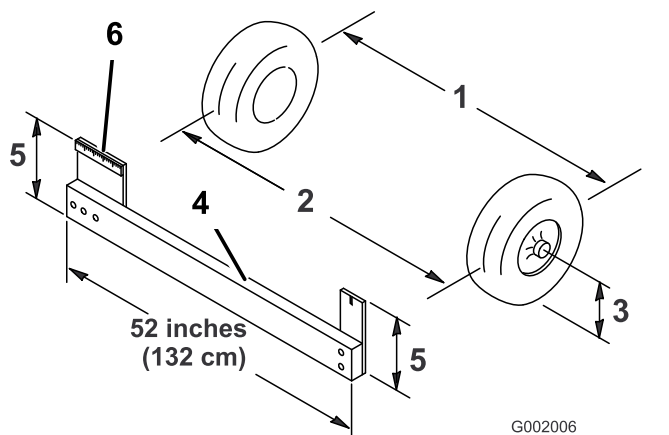

Bild 48
4. Messen Sie den Abstand zwischen beiden Vorderreifen auf Achshöhe (an der Vorder- und Rückseite der Vorderreifen) (Bild 48).
Hinweis: Eine Messlehre ist für das hintere Maß der Vorderreifen auf Achshöhe erforderlich. Verwenden Sie dieselbe Vorrichtung oder dasselbe Spurmessgerät, um die Vorderseite der Vorderreifen auf Achshöhe genau zu messen (Bild 48).